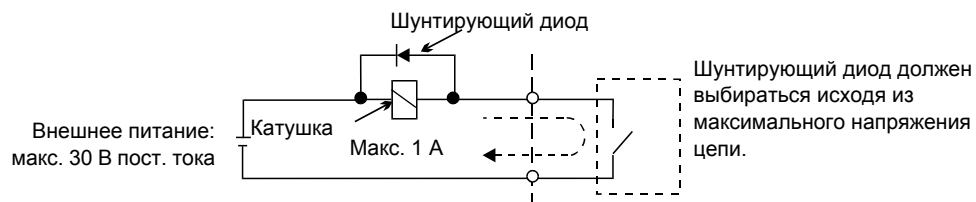

Рис. 2.12 Подключение шунтирующего диода
- * 3. В случае индуктивной нагрузки, например, обмотки реле, при питании от источника постоянного тока следует включать шунтирующий диод, как показано на Рис. 2.12.